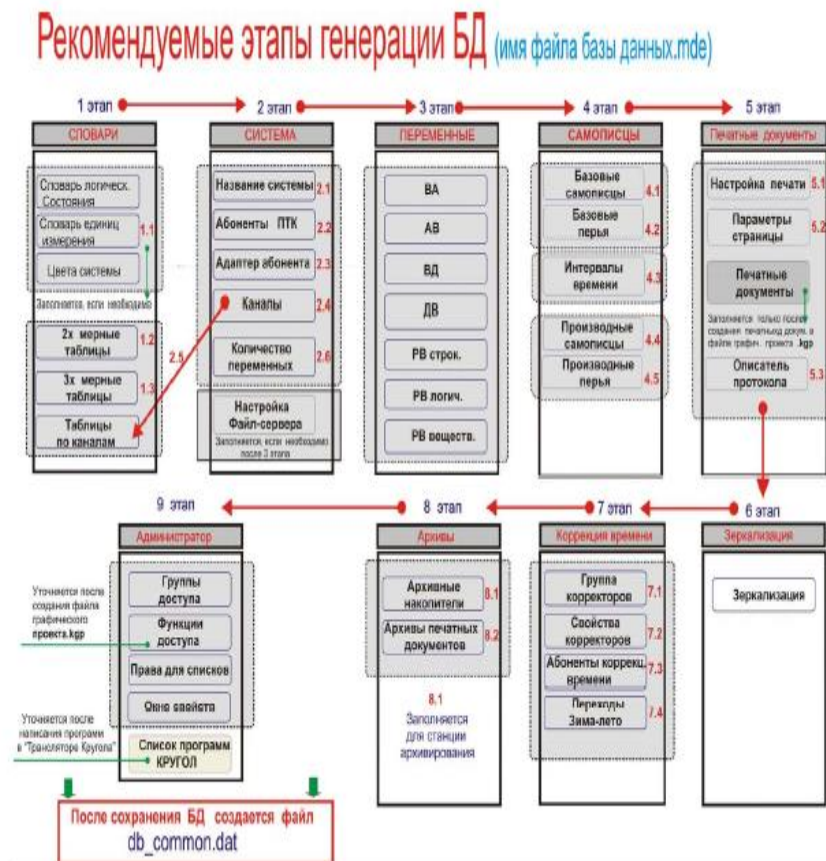

Рис. 13 Этапы генерации базы данных
2. Заполнить базу данных в соответствии с рекомендациями, показанными на рис. 13